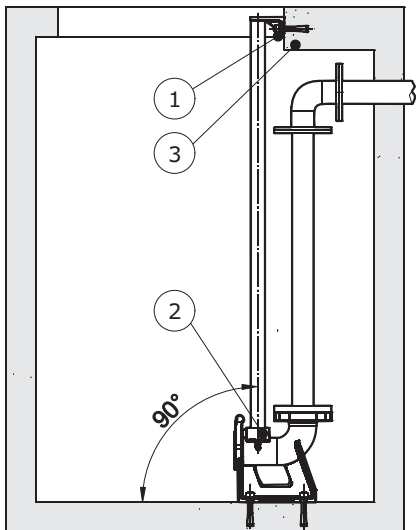

рис.4
Суппорт верхней направляющей (1) и суппорт нижней направляющей (2) совместно с направляющей трубой, должны монтироваться при помощи поставляемых для этого пробок (3), причём необходимо убедиться в их правильном закреплении и строго вертикальном расположении для обеспечения беспрепятственного спуска насоса см. рис.4